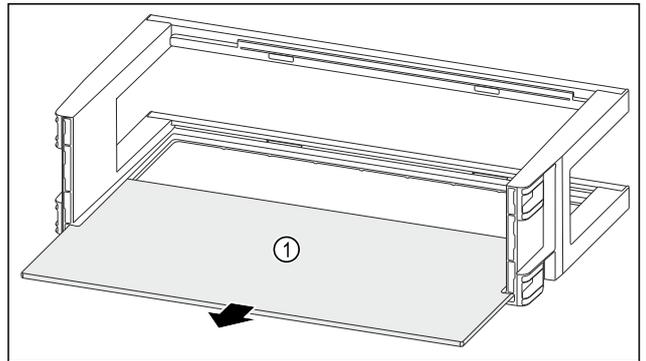

Fig. 91
- ▶ Abstellfläche Fig. 91 (1) entnehmen.